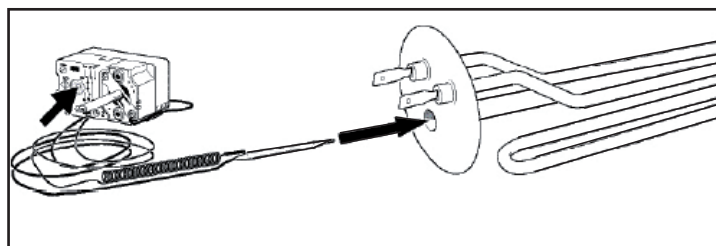

Fig.3
Als het water niet warm wordt, moet worden gecontroleerd of de zekering in de meterkast van de groep, waarop de boiler is aangesloten in orde is. Als dit in orde is, kan de oorzaak de maximaalthermostaat zijn, die geactiveerd is door een te hoge temperatuur in de boiler. Maak de boiler spanningsloos en demonteer de aansluitdoos ①. Druk op de knop voor het resetten van de maximaal thermostaat wanneer de storing in de boiler verholpen is (zie fig.3).